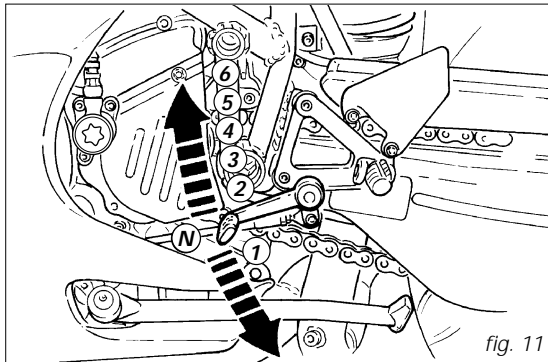

fig. 11
*Sélecteur de vitesse par pédale (fig. 11)*